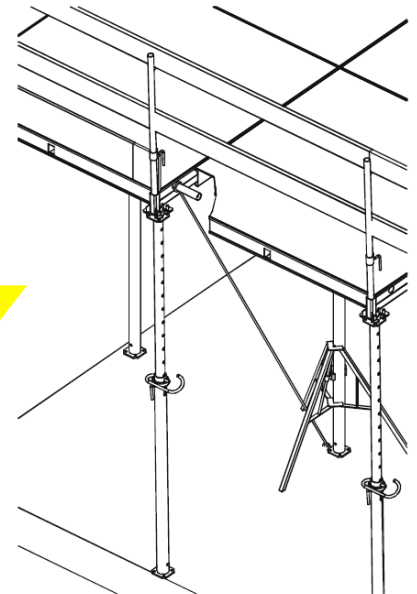

Abb. 13
**Achtung:** Bei Auskragungen von Deck Elementen über 10cm sind Abspannungen diagonal bis zu der nächsten angrenzenden Deckenstützen vorzunehmen. Als Gurtung können adäquat dimensionierte Stahlseile mit Schäkeln oder LKW Spanngurte verwendet werden. (Abb. 13)